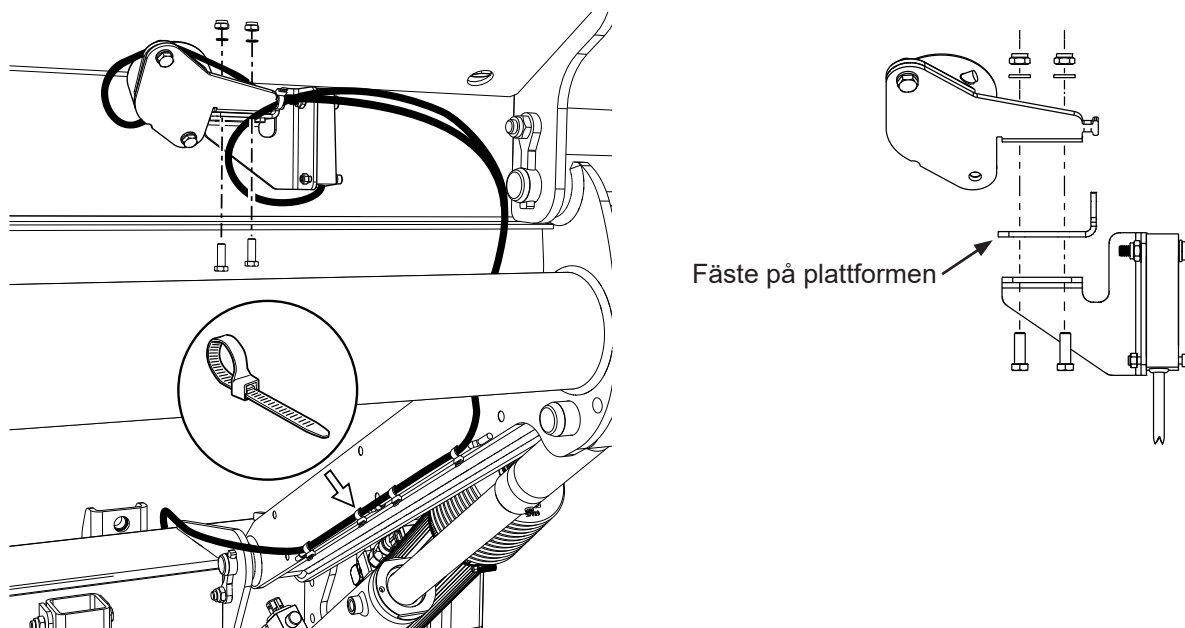

Bild 56. Montering vinkelgivare för autotilt
1. Montera vinkelgivarna på plattformen, använd medföljande skruvar, muttrar och brickor och fäst kabeln med buntband, se Bild 56